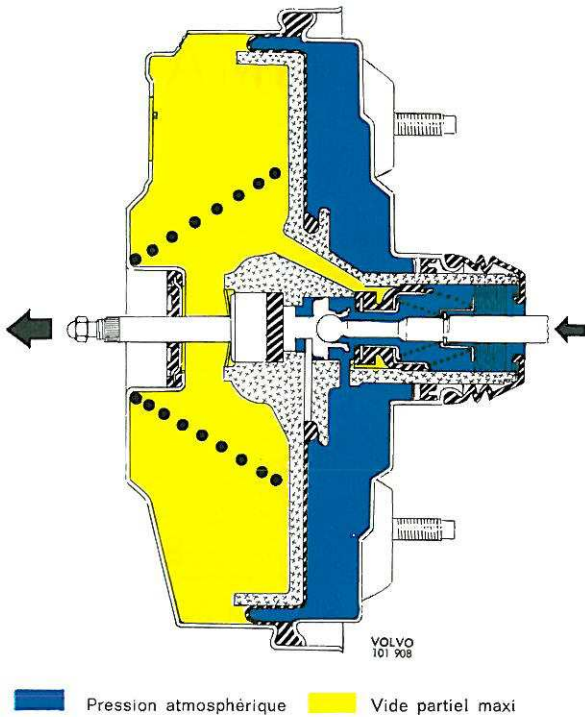

Figure 79. Plein freinage
Lorsque le piston (10) quitte la valve (11), la communication est établie entre le compartiment situé à droite de la membrane et l'intérieur de la valve. L'air atmosphérique pénètre alors dans le compartiment situé à droite de la membrane et repousse cette dernière ainsi que le boîtier de commande vers la gauche (avant). Ceci a pour résultat d'amplifier la pression exercée sur la pédale de frein et sur la tige-poussoir avant. A une pression sur la pédale correspondant au maximum de l'effet servo, les différentes pièces de la servocommande occupent les positions indiquées sur la figure 79.